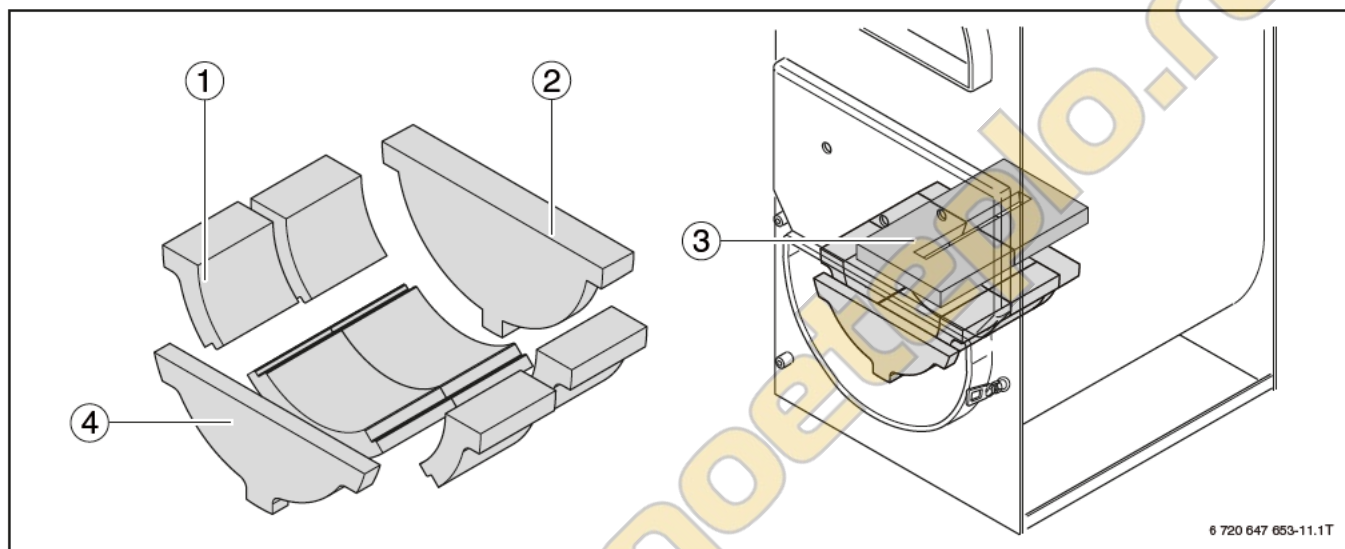

Рис. 32 Положение шамотных камней в топке
- ▶ Уложите шамотные камни на их место (→ рис. 32, стр. 32).